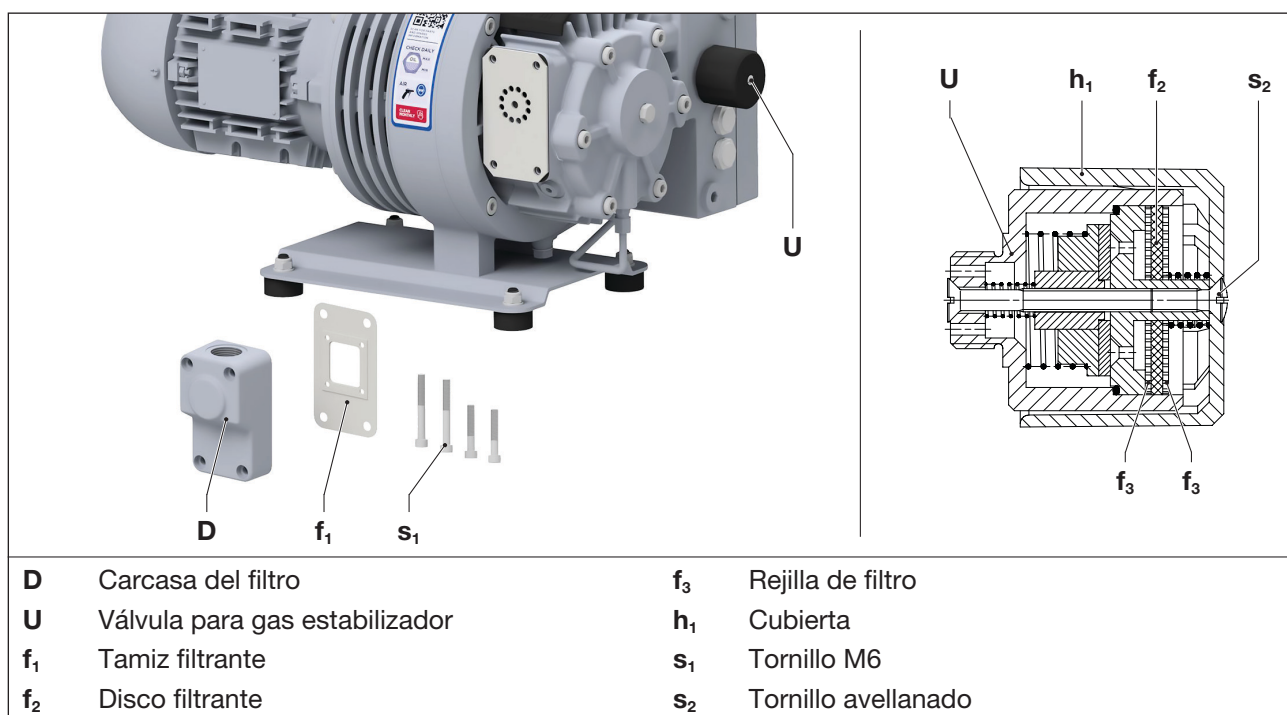

Fig. 6 Tamiz filtrante y válvula para gas estabilizador
Limpiar el tamiz filtrante (Fig. 6/f1) en la conexión de vacío lavándolo o utilizando aire comprimido o sustituirlo con mayor o menor frecuencia según el grado de suciedad del medio aspirado.
- Retire la carcasa del filtro (Fig. 6/D) de la bomba después de aflojar los tornillos (Fig. 6/s1).
- Retirar y limpiar el tamiz filtrante (Fig. 6/f1) de la carcasa del filtro (Fig. 6/D).
- Vuelva a insertar el tamiz filtrante (Fig. 6/f1) en la carcasa del filtro (Fig. 6/D) y fije la carcasa del filtro a la bomba con los tornillos (Fig. 6/s1). Par de apriete: 10 Nm
Las bombas funcionan con una válvula de lastre de gas (Fig. 6/U). Limpiar el disco filtrante integrado (Fig. 6/f2) con frecuencia variable según el grado de suciedad del medio aspirado.
- Aflojar el tornillo avellanado (Fig. 6/s2) y retirar la cubierta de plástico (Fig. 6/h1).
- Limpiar el disco filtrante (Fig. 6/f2) y las dos rejillas de filtro (Fig. 6/f3) con aire comprimido o sustituir.
- Colocar un disco filtrante (Fig. 6/f2) entre las rejillas de filtro (Fig. 6/f3) e introducirlo en la válvula.
- Colocar la cubierta de plástico (Fig. 6/h1) y vuelva a fijar la válvula para gas estabilizador con el tornillo avellanado (Fig. 6/s2) en la bomba de vacío. Apretar el tornillo a mano.